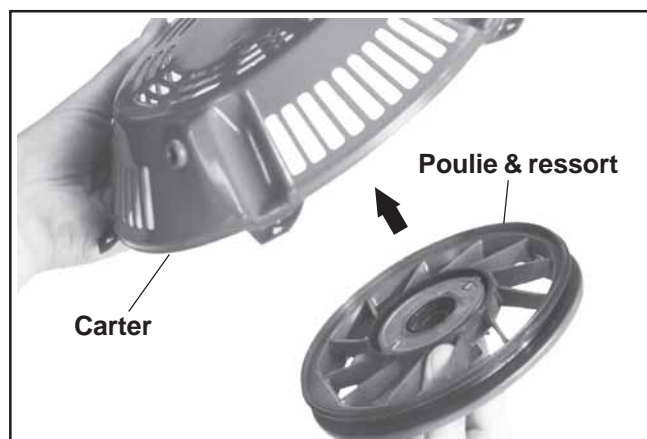

Figure 7-8. Installation de la poulie et du ressort dans le carter.
2. Installer la poulie dans le carter du démarreur. Voir la Figure 7-8. Vérifier que la poulie est bien en place contre le carter du démarreur. Ne pas enrouler la poulie et le ressort de recul pour l'instant.